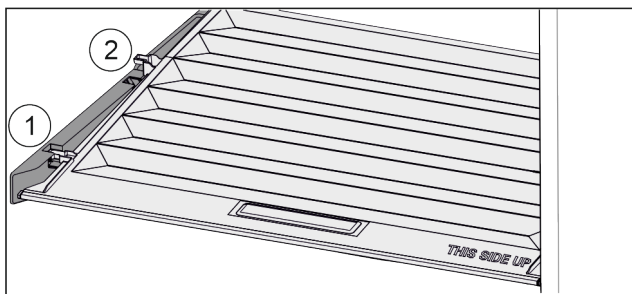

Fig. 128
- Poklopac do otvora u pridržnim dijelovima povucite prema naprijed Fig. 128 (1).
- Podignite ga odozdo sa stražnje strane i izvadite prema gore Fig. 128 (2).